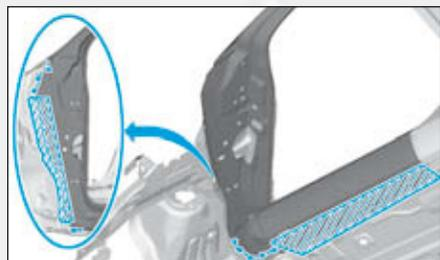

FIG.69
- un mastic d'étanchéité indice "A1" (Fig.69),